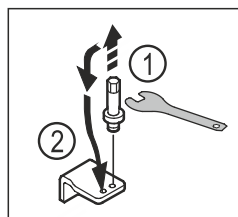

Fig. 13
sioavaimella. Fig. 13 (1)
- Aseta pultit vastapäiselle puolelle. Fig. 13 (2)